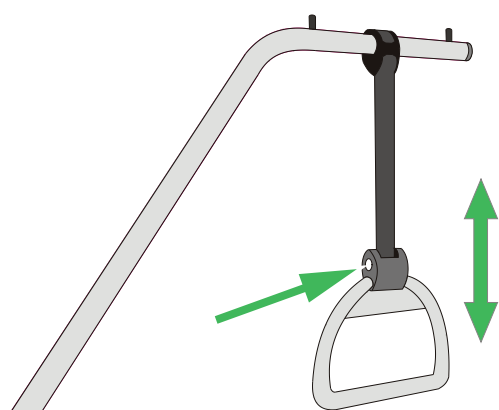

Figura 3
5. Per regolare l'altezza della maniglia sopra il letto: premere il pulsante di rilascio e regolare la cinghia alla lunghezza desiderata. Vedere Figura 3.